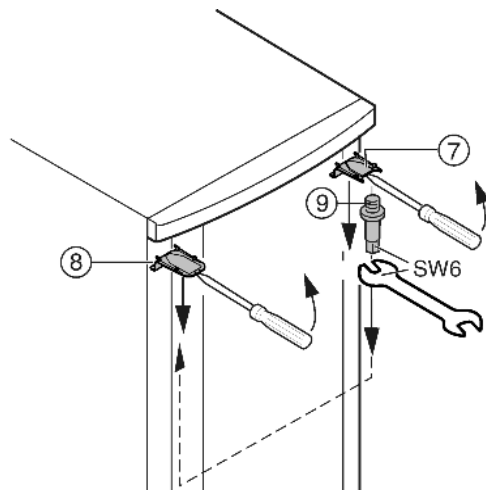

Fig. 6
- Oben Abdeckung Fig. 6 (7) und Abdeckung Fig. 6 (8) mit einem Schraubendreher vorn ausrasten und schräg nach unten entfernen.
- Lagerbolzen Fig. 6 (9) herausdrehen und auf der Gegenseite **fest (mit 4 Nm)** eindrehen.
- Abdeckung Fig. 6 (7) auf der Seite des Lagerbolzens wieder montieren: hinten einsetzen, vorn einrasten.
- Abdeckung Fig. 6 (8) auf der Gegenseite montieren: hinten einsetzen, vorn einrasten.
- Tür oben in Lagerbolzen Fig. 6 (9) einhängen.